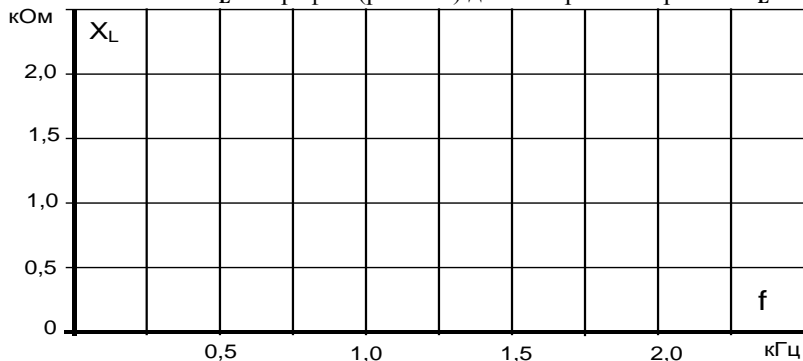

Рисунок 7.5. График для построения кривой $X_L = f(f)$
- Перенесите величины X_L на график (рис. 7.5) для построения кривой $X_L = f(f)$.